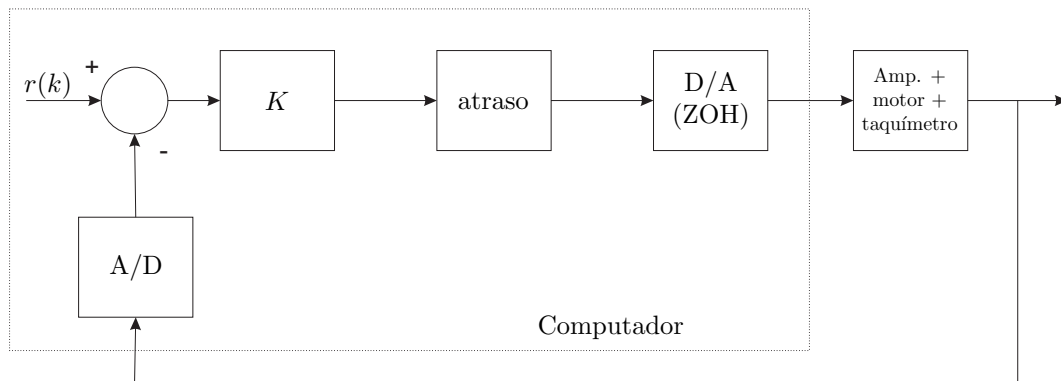
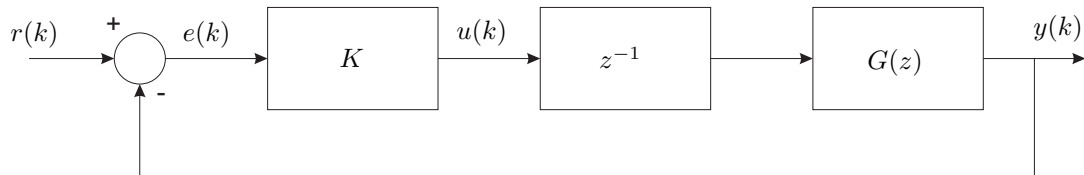

Figura 3: Sistema de controlo digital de velocidade (controlador proporcional).
Figura 4: Equivalente discreto em malha fechada do sistema AMT realimentado.
2) **(Controlador Proporcional)** Considere o sistema de controlo digital apresentado na Figura 3. Note que o tempo que o computador demora a calcular o sinal de controlo a partir do erro entre a saída e a referência pode ser significativo, em comparação com o intervalo de amostragem. Por esta razão, o programa introduz um atraso unitário equivalente a um período de amostragem. Nestas condições, o diagrama de blocos em cadeia fechada do sistema equivalente discreto é apresentado na Figura 4, em que  $G(z)$  é a função de transferência calculada na alínea 1).
2a) Determine a função de transferência em malha fechada  $Y(z)/R(z)$  do sistema discreto equivalente apresentado na Figura 4. Calcule o valor do ganho  $K = K_1$  (como função de  $K_0$ ,  $\tau$  e  $T$ ) para que o sistema em malha fechada tenha pólos duplos e calcule a respectiva localização dos pólos. Calcule ainda o valor dos pólos para  $K = K_1/2$ ,  $K = 2K_1$  e  $K = 4K_1$ .
2) **Efeito da variação do ganho K** - Escolha o intervalo de amostragem  $T = 2.5 ms$ . Observe e esboce a resposta ao escalão unitário do sistema em cadeia fechada com o controlador proporcional (Figura 3) para  $K \in \{K_1/2; K_1; 2K_1; 4K_1\}$ . A partir dos cálculos efectuados na pergunta 2) da parte teórica, represente o mapa de pólos-zeros do sistema em cadeia fechada para aqueles valores de ganho. Comente os resultados.
5) **Ajuste de parâmetros/outras especificações** - Calcule novos valores dos parâmetros do controlador da equação (2) de forma a